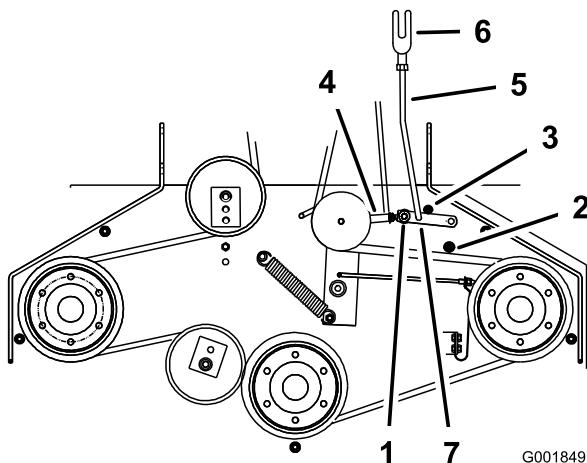

**Figure 49**
4. Ajustez la longueur de la timonerie de sorte que l'extrémité la plus basse du levier coudé passe juste le renfort de support de l'essieu (Figure 49).
9. Desserrez l'écrou contre la chape (Figure 49).